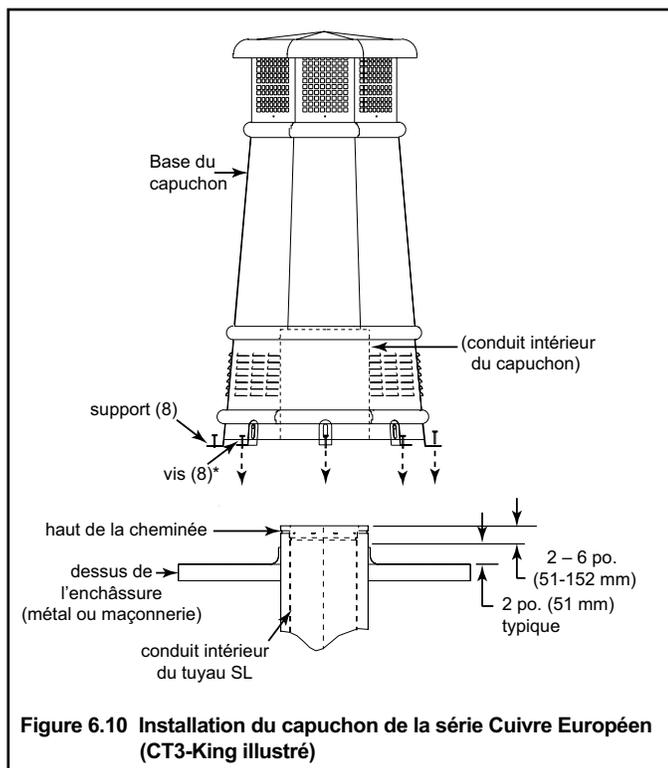

Figure 6.10 Installation du capuchon de la série Cuivre Européen (CT3-King illustré)
- Pour les installations qui utilisent le capuchon de la série Cuivre Européen, voyez la Figure 6.10.